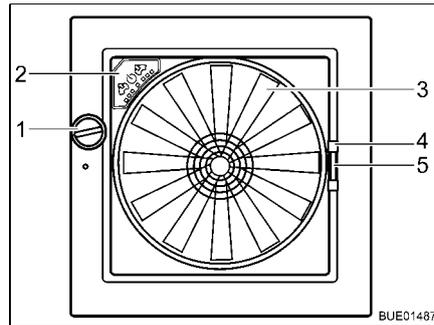

Fig. 86 Claraboya Omni-Vent
- Abrir:** ■ Girar el botón giratorio (Fig. 86,1) hasta alcanzar el ángulo de apertura deseado.
- Cerrar:** ■ Girar el botón giratorio (Fig. 86,1) hasta que la claraboya esté completa-
- Cerrar:** ■ Tirar del tirador (Fig. 86,4) de la protección contra insectos hacia el lado opuesto del marco.
- Cerrar:** ■ Comprimir el tirador (Fig. 86,5) del oscurecedor.
- Ventilador** Cuando la claraboya está abierta, el interior se puede ventilar y purgar de aire con el ventilador de 6 niveles (Fig. 86,3). El ventilador se maneja a través del cuadro de mando (Fig. 86,2).